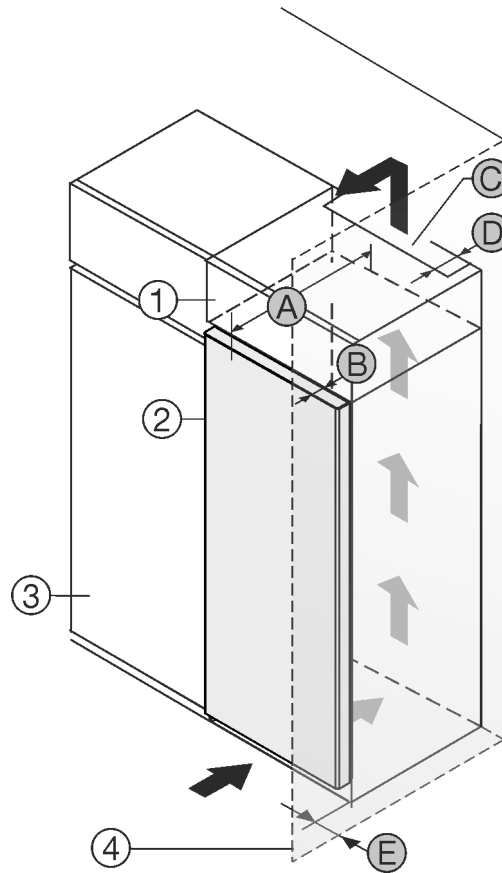

Fig. 1
- (1) Rátétszekrény*
- (2) Berendezés*
- (3) Konyhaszekrény*
- (4) Fal*
- (A) Készülék mélysége*
- (B) Ajtó mélysége*
- (C) Szellőzés keresztmetszete*
- (D) Készülék hátsó oldalának távolsága*
- (E) Távolság a készülék oldalától*
A készülék közvetlenül a konyhaszekrény Fig. 1 (3) mellé állítható.*
A rátétszekrény hátoldalán egy megadott mélységű Fig. 1 (D) szellőzőaknákat kell kialakítani a rátétszekrény teljes szélességében.*
A mennyezet alatt be kell tartani a szellőző keresztmetszetet Fig. 1 (C).*
Ha a készüléket a zsanérjaival a fal Fig. 1 (4) mellé állítja fel, legalább 13 mm távolságot kell tartani a faltól.*
Ha a készüléket a zsanérjaival a fal Fig. 1 (4) mellé állítja fel, legalább 20 mm távolságot kell tartani a faltól.*
Ahhoz, hogy az ajtót teljesen ki tudja nyitni, a készüléknek a konyhaszekrény elülső oldalához képest legalább az ajtó mélységének Fig. 1 (B) megfelelően ki kell állnia. A konyhaszekrények Fig. 1 (3) mélységétől és a fali távtartók használatától függően a készülék nagyobb mértékben is túllóghat előre felé.*